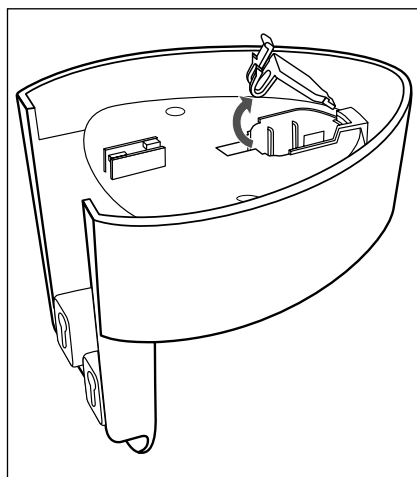

Fig. 1
- Asigurați-vă că prin peretele în care doriți să efectuați găuri pentru montarea suportului de perete ③ nu trec fire de curent sau alt fel de conducte sau țevi. Pericol de moarte la perforarea unui fir conductor de curent!
- 1) Introduceți conectorul-tată ⑤ al adaptorului de rețea ④ în suportul de perete ③ în modul ilustrat în imaginea de mai jos:
- Deschideți capacul mic (fig. 1).